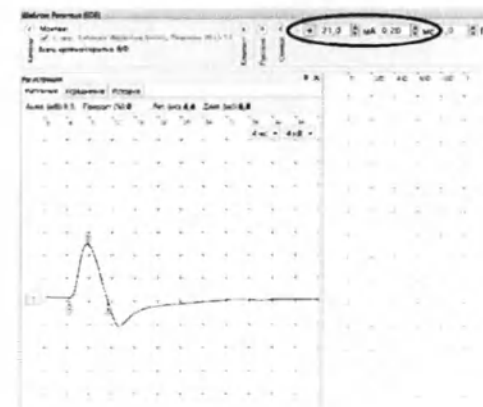

Рис. 80. Регистрация М-ответа
7. Проведите одиночную стимуляцию, постепенно увеличивая силу стимула с шагом 1 мА, до получения максимального М-ответа. Средняя сила стимула — 20–30 мА, длительность стимула — 200 мкс (рис. 80).